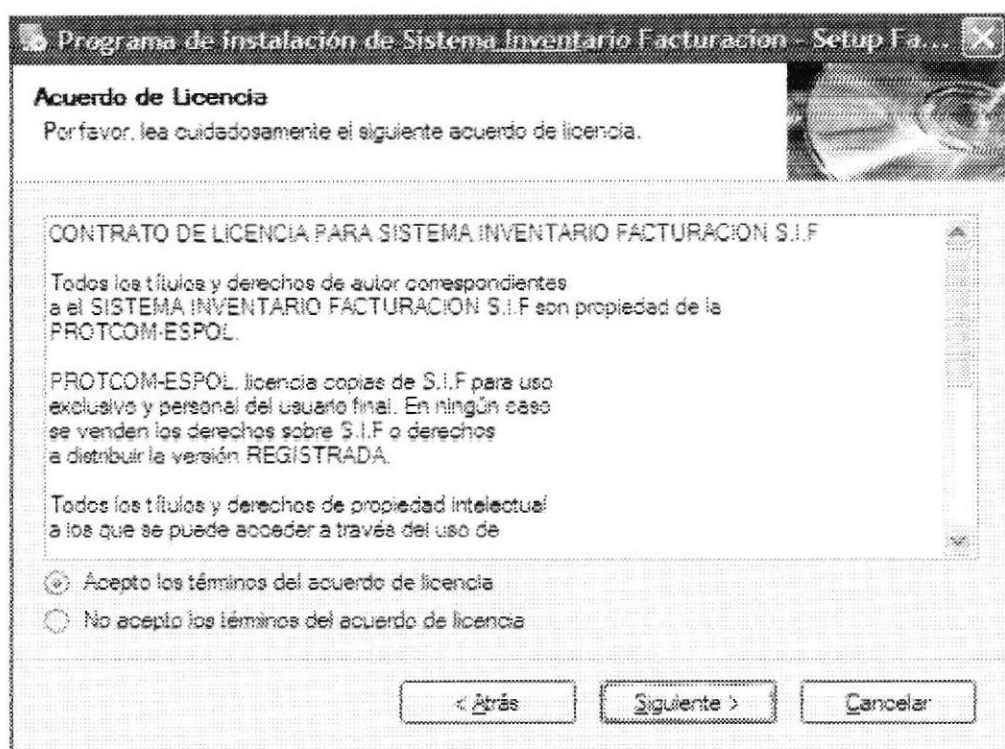

Figura 4.8. Pantalla de licencia de S.I.F.
7. Al dar clic en el botón Siguiente aparecerá la pantalla de acuerdo de licencia como se muestra en la figura 4.8.